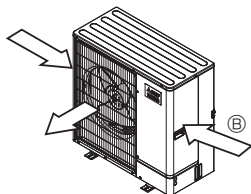

Fig. 2-4
- ③ Posicione a unidade de forma a que o ar seja libertado perpendicularmente à direcção do vento, se possível. (Fig. 2-4)